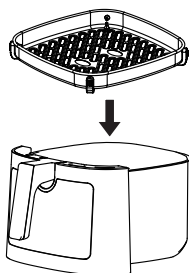
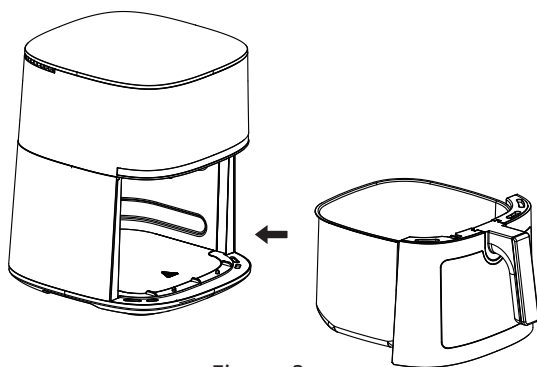

Figura 2
Figura 3
2. Insira a grelha no cesto (Figura 2) e, em seguida, insira o cesto na unidade principal (Figura 3).